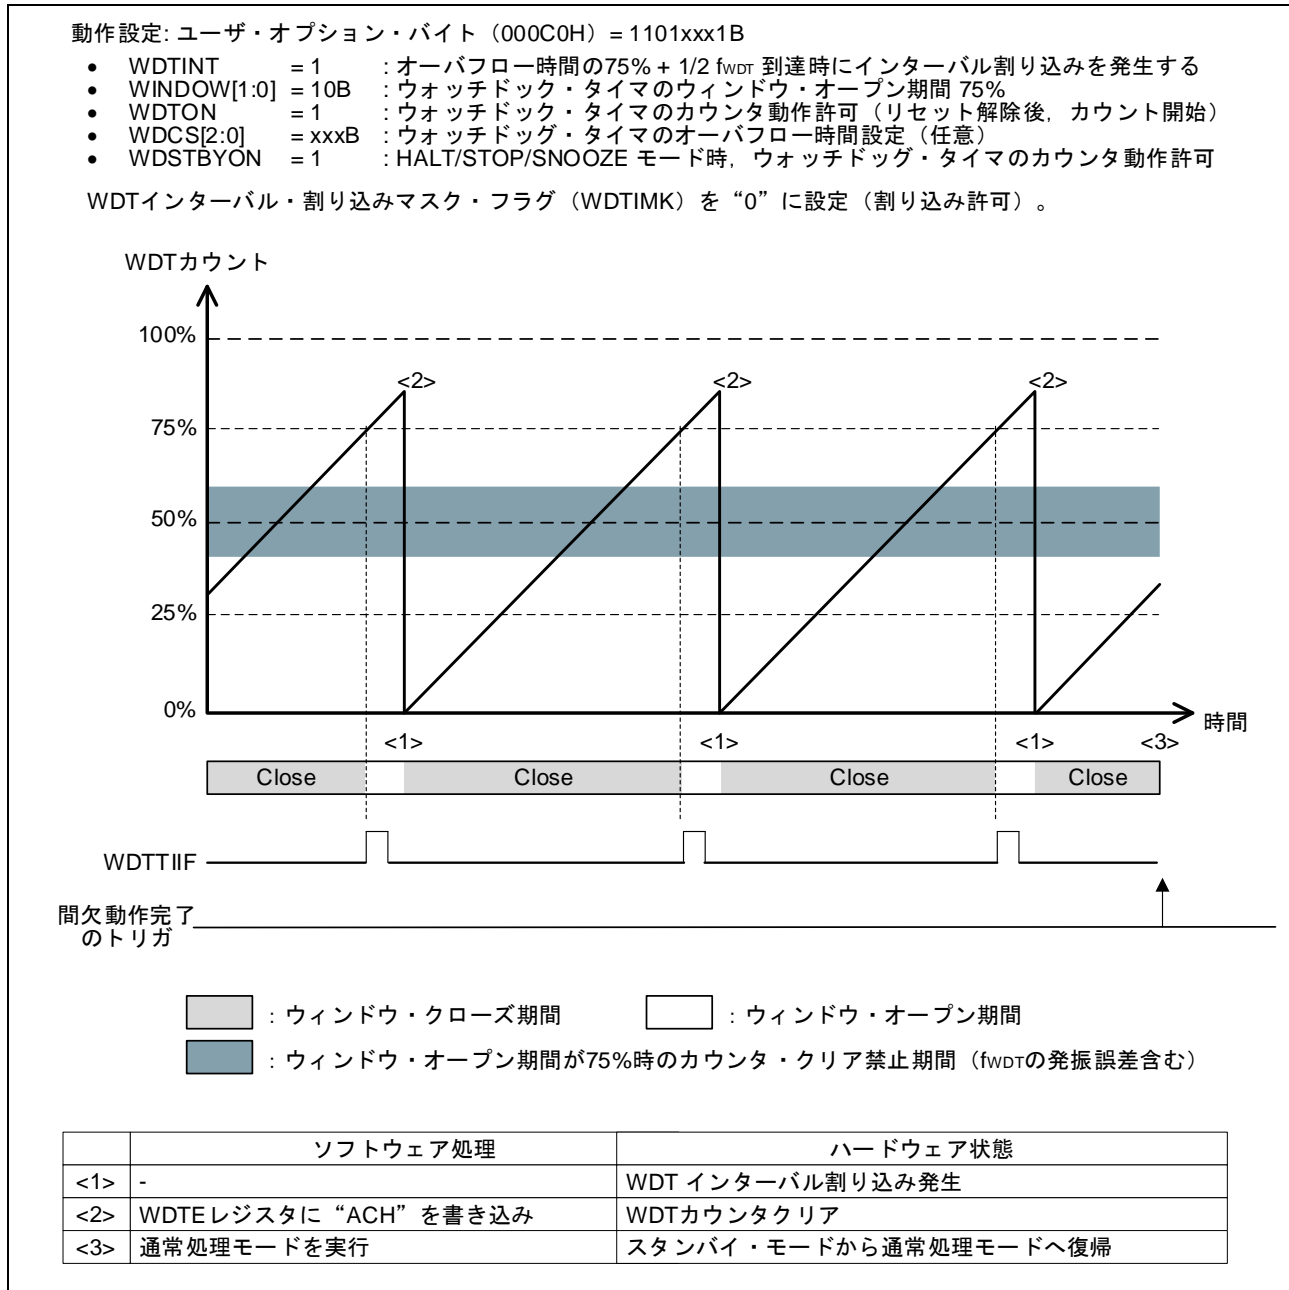

図 15-2 WDT のインターバル割り込みによる処理例
P.62	「図 15-2 WDT のインターバル割り込みによる処理例」を修正。